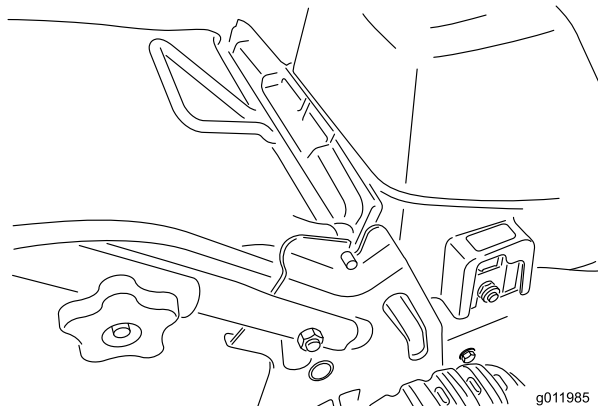

Figure 12
2. Insérez la poignée du bac à herbe dans les crans des supports du guidon (Figure 12).